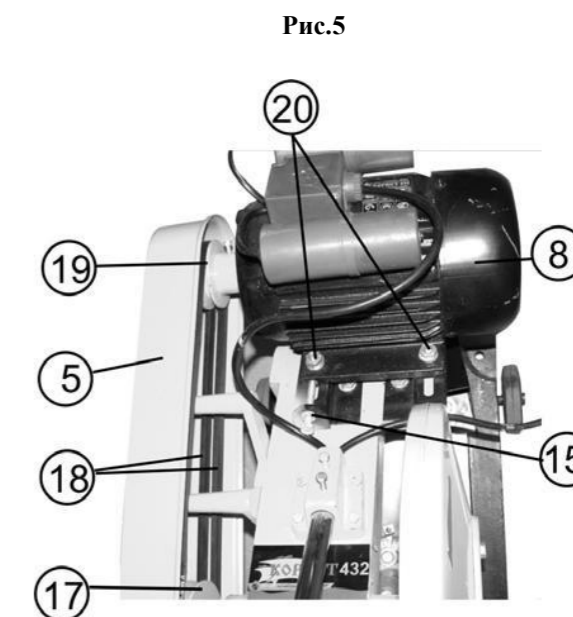

Рис.5
10.2. Регулировка натяжения ремней привода Рис.5